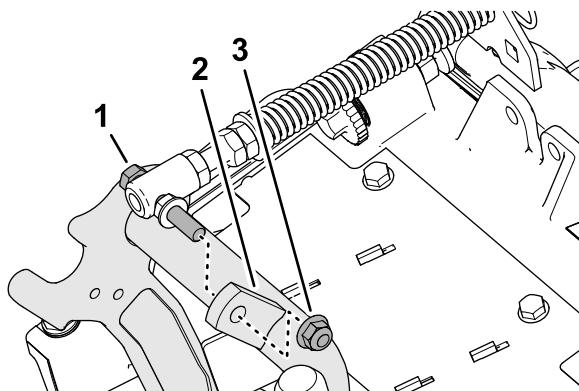

Рисунок 8
- Отверните фланцевую контргайку (3/8 дюйма), которая крепит колпачковый винт пружины компенсации состояния грунта к правому выступу несущей рамы, и снимите пружину компенсации с режущего блока (Рисунок 8).